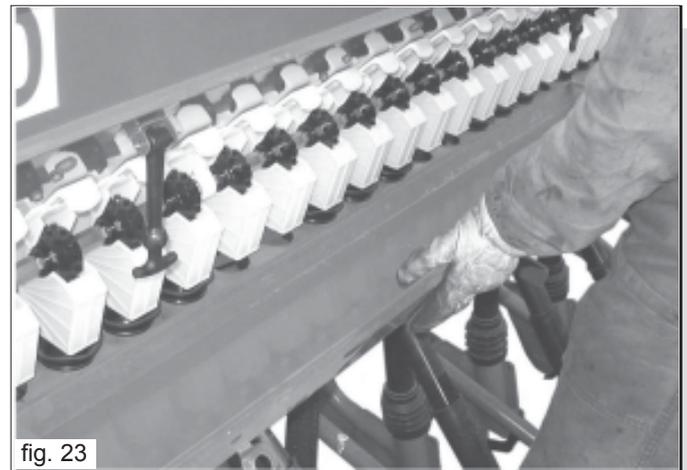

fig. 23
- 2) Sganciare le vasche raccogli semi (Fig. 23) e posizionarle sotto le bocchette uscita semi.